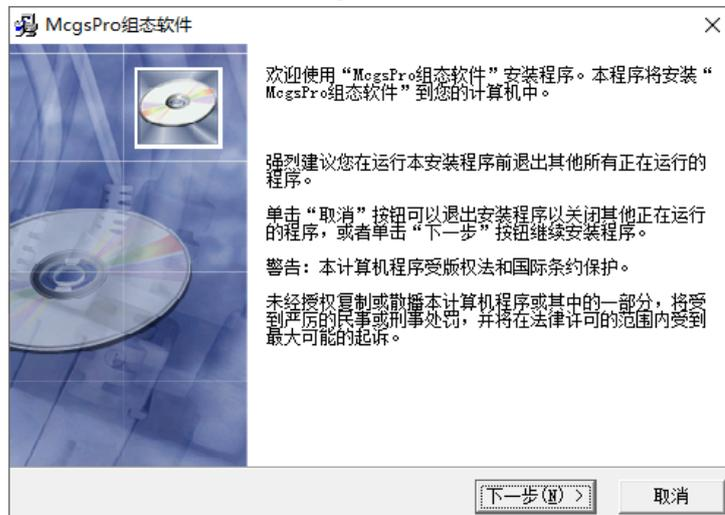

图 2.2-1 欢迎界面
- ① 关闭电脑中的安全软件（杀毒软件和防火墙软件）；
- ② 解压 McgsPro 组态软件压缩包；
- ③ 双击【Setup.exe】，运行安装程序；
- ④ 进入欢迎界面，如图 2.2-1 所示，点击【下一步】：